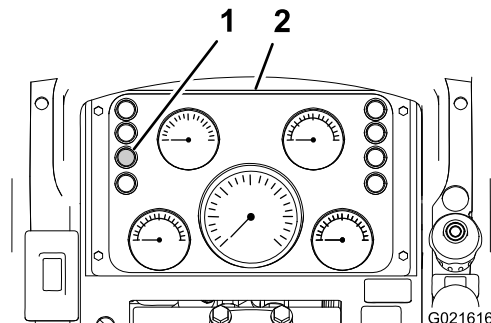

Bild 47
2. Prüfen Sie die Lampe für einen verstopften Luftfilter auf dem Armaturenbrett (Bild 47).